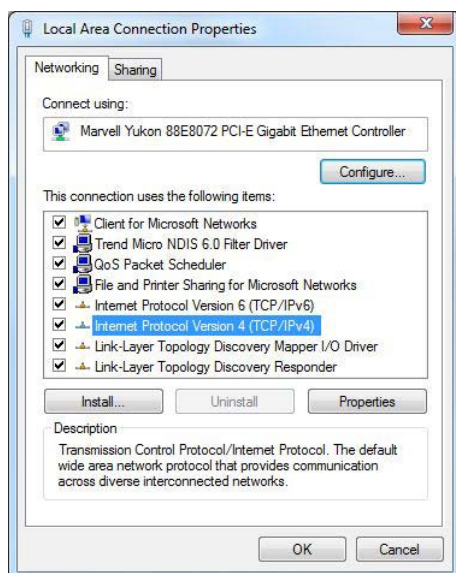

Abbildung 47: LAN Einstellungen
- Aktivieren Sie das "Internet Protocol Version 6 (TCP/IPv6)" wählen Sie "Internet Protocol Version 4 (TCP/IPv4)" aus. Klicken Sie auf „Eigenschaften“ (siehe Abbildung 47)